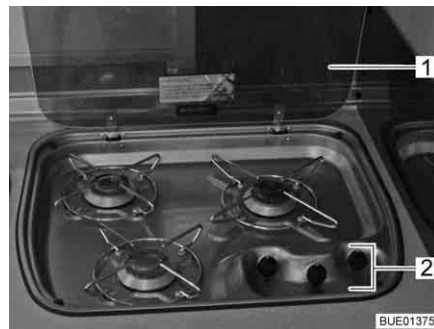

Fig. 210 Fornello a gas
- Aprire la copertura del fornello a gas (Fig. 210,1).
- Ruotare il pomello girevole (Fig. 210,2) dell'impianto a fiamma libera desiderato in posizione accesa (fiamma alta).